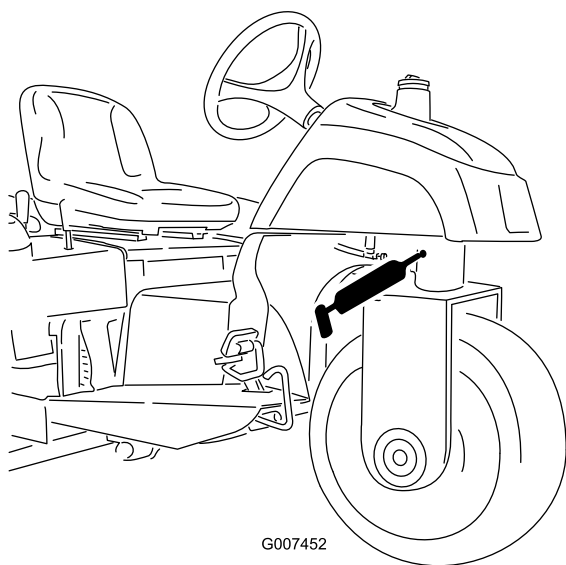

図 26
- ステアリングピボット (図 26)
**注** ステアリングピボットの注入部 図 26 は面一フィッティングなので、グリスガン用ノズルアダプタが必要です。 パーツ番号は P/N 107-1998 ご注文は Toro 代理店へ。